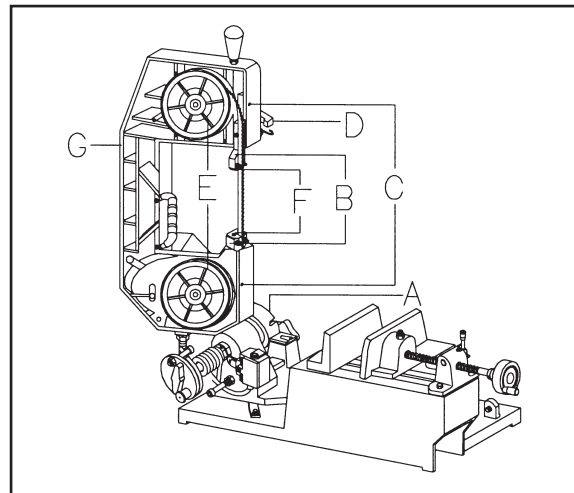

Fig. 4
1. Den Sägearm in die 90° stellen, danach den Griff (A) Fig. 4 ziehen und den Sägearm in die vertikale Position führen. Den Griff (A) einrasten lassen.
2. Die Abdeckungen (B) demontieren, die zwei Schrauben (C) lösen und den Sägebanddeckel entfernen.
3. Mit dem Exzenterhebel (D) die Bandspannung im Gegenuhrzeigersinn lösen.
4. Das Sägeband von den Bandrädern (E) und aus den Führungslagern (F) entfernen.
5. Das neue Sägeband in die Führungslager (F) schieben und auf die Bandräder (E) legen. Darauf achten, dass das Sägeband in der richtigen Stellung montiert wird, siehe Fig. 4.
6. Den Exzenterhebel (D) im Uhrzeigersinn drehen um das Sägeband zu spannen. Darauf achten, dass der Bandrücken am Anschlag des Bandrades liegt.
7. Alle Abdeckungen (G) wieder montieren. Die Maschine kurz starten und prüfen ob das Sägeband frei läuft.